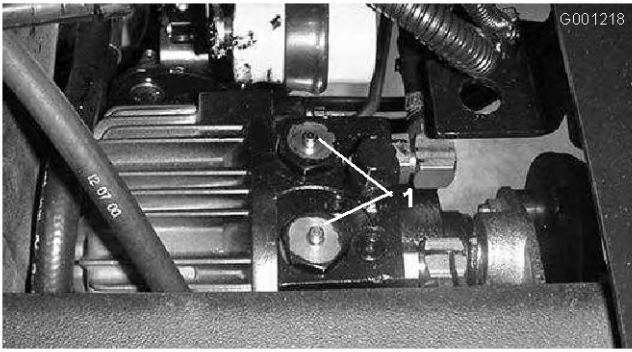

Figura 32
- Pulse y mantenga pulsados los émbolos de los 2 conjuntos de válvula de desvío, situados encima de la transmisión (Figura 32) mientras empuja o remolca la máquina. Figura 32 En la ilustración de , el asiento y la placa de montaje del asiento han sido retirados.